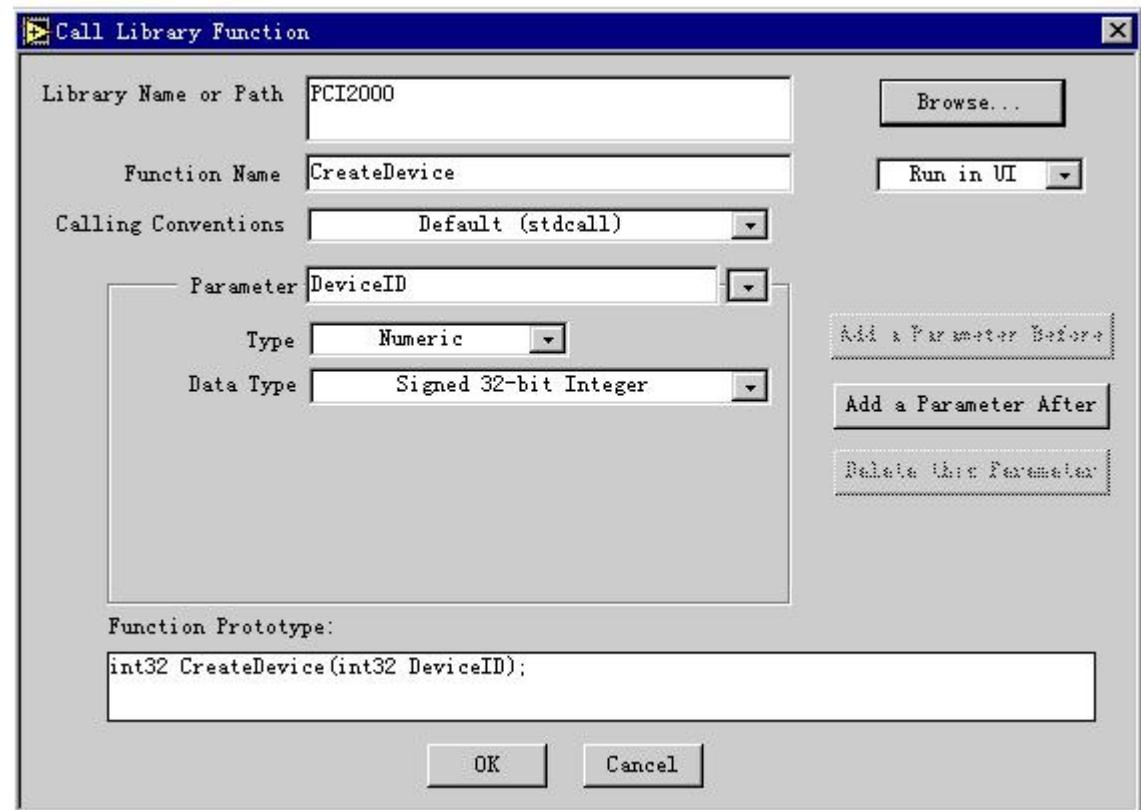

图 19 CreateDevice 创建成功后的配置情况
8. 再确保 Type 为 Numeric, DataType 为 Signed 32-Bit Integer, Pass 为 Value。这样, CreateDevice 即创建成功, 如图 19。